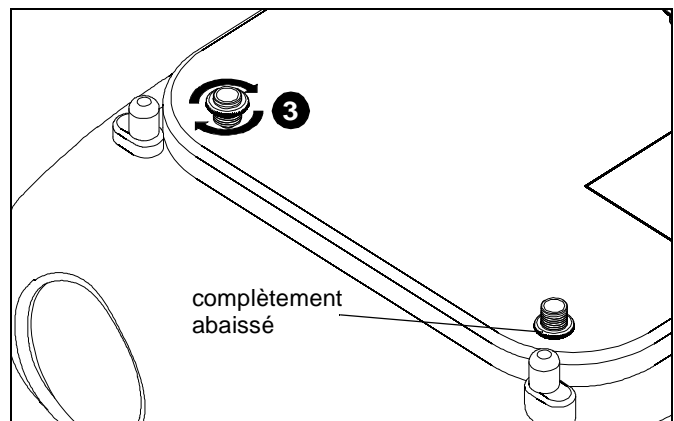

Figure 3
3. Ajustez les écrous de réglage de la hauteur au niveau souhaité. (See Figure 3)